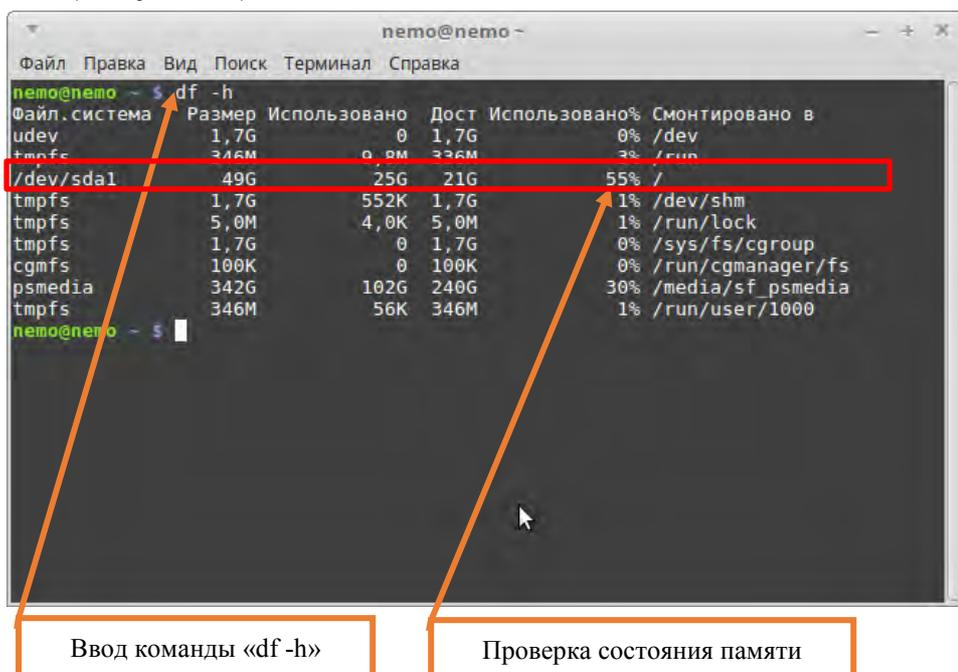

Рисунок 5. Ввод команды.
7.1.9. В «окне» терминала ввести команду «df -h» и нажать клавишу «Enter» (Рисунок 5).
(Рисунок 5).